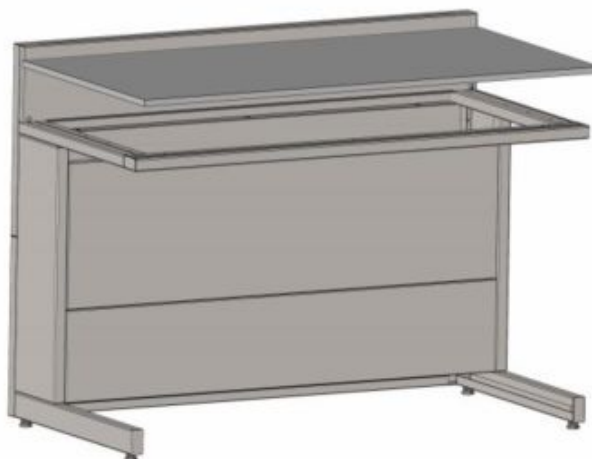

Рис. 1. Установка рабочей поверхности
- 6.3. Прикрепить её к каркасу, используя саморезы 4x16 (8 шт.) (Рис. 1).